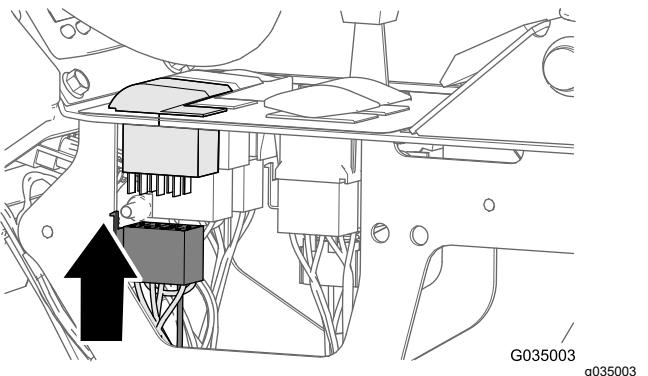

Рисунок 117
переключателя насоса опрыскивателя (Рисунок 117).
5. Прикрепите ответвление заднего жгута проводов длиной 81 см к переднему жгуту проводов машины, как показано на Рисунок 117.